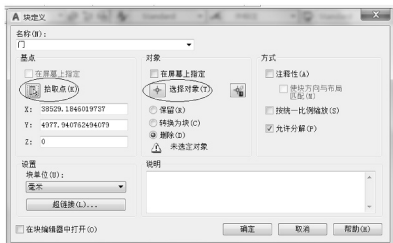

图 3.70 【块定义】对话框
(1) 单击【绘图】工具栏上的【创建块】图标 (快捷键 B)，弹出【块定义】对话框。
(2) 在对话框中【名称】文本框内输入“门”，以指定块的名称，如图 3.70 所示。
(3) 单击图 3.70 中【块定义】对话框中的【选择对象】按钮 ，对话框关闭。
(5) 单击图 3.70 中【块定义】对话框中的【拾取点】按钮 ，对话框关闭。
(7) 单击【确定】按钮，关闭对话框。观察图 3.70 可知，在【对象】选项组中选择了【删除】单选框，所以，对话框关闭后，被制作成图块的对象消失。